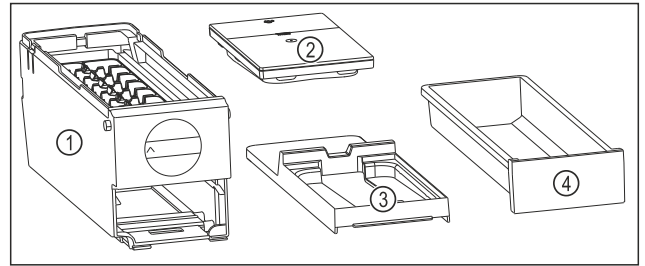

Fig. 114 Součásti EasyTwist-Ice
- ▷ EasyTwist-Ice je rozebrán na čtyři části. (viz Fig. 114)
- ▶ EasyTwist-Ice rozebírejte pouze na zobrazené součásti. (viz Fig. 114)
- ▶ Korpus EasyTwist-Ice Fig. 114 (1) vyčistěte jako celek.